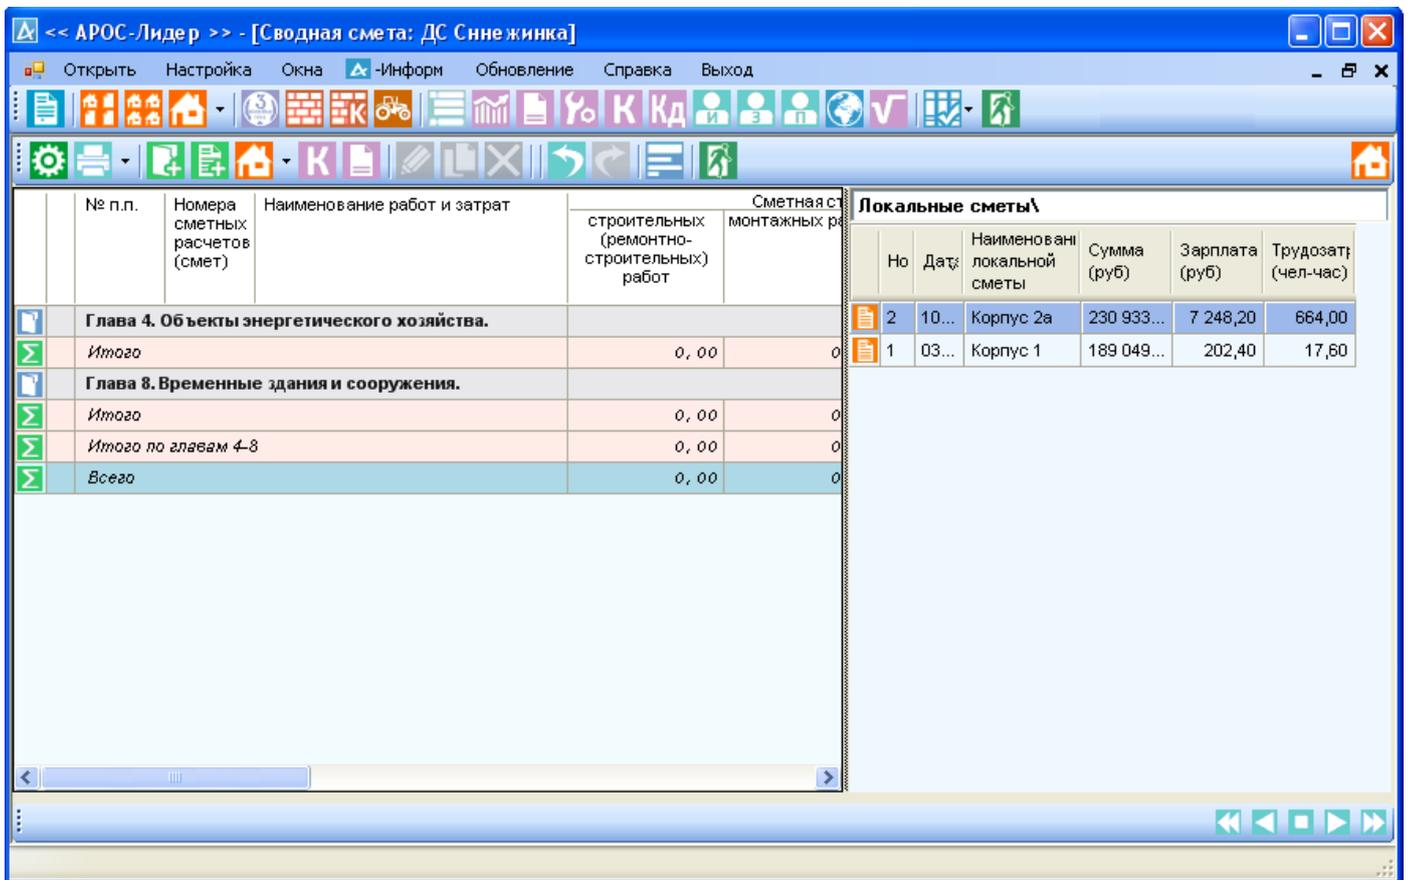

Рис. 11.6. Включение объектов в сводную смету
**смету**  и выбора подменю «Объектные сметы/Локальные сметы» буксировкой курсором мыши. На экран будет выведено окно со списком объектных или локальных смет программы (рис. 11.6).